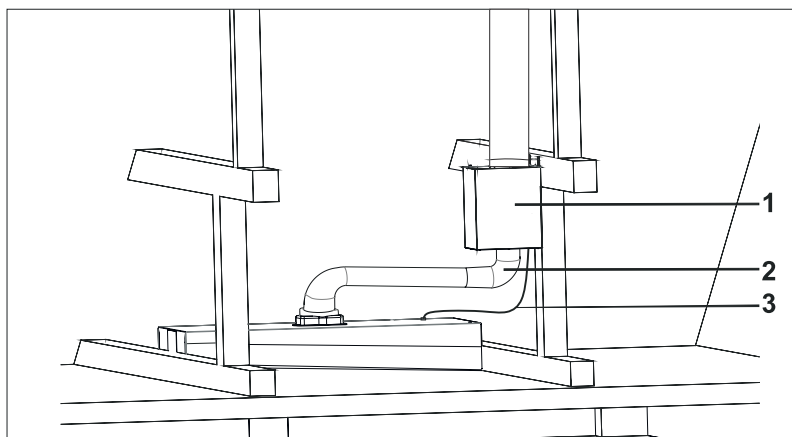

Fig. 12
8. ➔ Tilslut nu aftrækskanalen til emhætten og til den eksterne motor. Tilslut også endeligt aftrækskanalen fra den eksterne motor og ud til det fri (eksempelvis taghætte). Bekræft gerne at aftrækskanalerne sidder stramt på (brug gerne spænde-bånd) og ikke ryger af under brug. (Fig. 12).